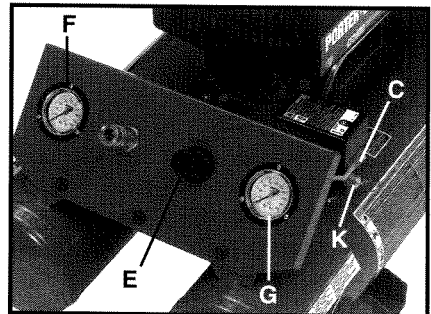

Fig. 3
Interruptor de ENCENDIDO/AUTO-APAGADO (C), Fig. 3: Ponga este interruptor en la posición de ENCENDIDO para suministrar alimentación al conmutador automático activado por presión prefijada y en la posición de APAGADO para interrumpir el suministro de alimentación al final de cada uso.
Regulador (E), Fig. 3: La presión del aire que viene del tanque de aire se controla mediante el regulador. Tire hacia arriba del pomo del regulador para DESBLOQUEARLO. Gire el pomo del regulador en el sentido de las agujas del reloj para aumentar la presión y en sentido contrario al de las agujas del reloj para reducirla. Para evitar tener que hacer algún reajuste menor después de hacer un cambio en la graduación de la presión, aproxímese siempre a la presión deseada desde una presión menor. Cuando reduzca la presión de un valor más alto a uno más bajo, reduzca primero la presión a un valor inferior al deseado y luego aumentela hasta el valor deseado. Según los requisitos de aire de cada accesorio específico, es posible que
Manómetro de salida (F), Fig. 3: El manómetro de salida indica la presión de aire disponible en el lado de salida del regulador. Esta presión es controlada por el regulador y siempre es menor o igual que la presión del tanque. Consulte la sección "Procedimientos de funcionamiento".
Manómetro del tanque (G), Fig. 3: EL manómetro del tanque indica la presión del aire de reserva del tanque.
Válvula de seguridad (K), Fig. 3: Si el conmutador activado por presión prefijada no apaga el compresor de aire al alcanzar el punto de presión de desconexión, la válvula de seguridad protegerá contra la presión alta "disparándose" cuando se alcance su presión ajustada de fábrica (un valor un poco mas alto que el punto de presión de desconexión del conmutador activado por presión prefijada).